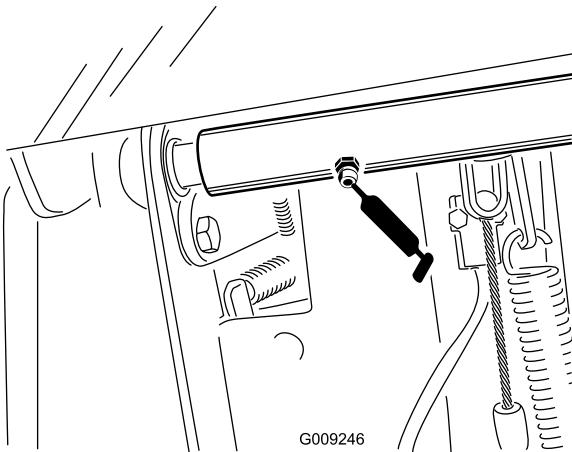

Figura 49
- Cojinetes del pivote del eje de freno (1) (Figura 49)